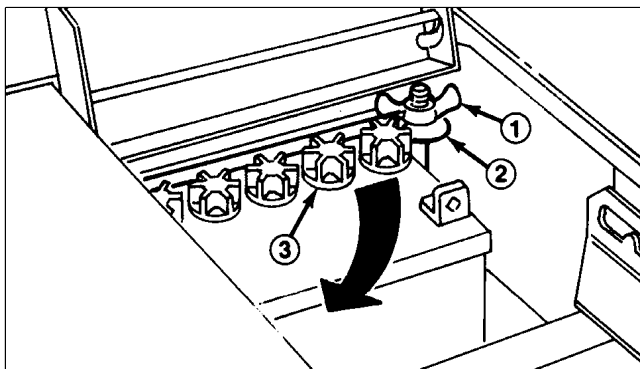

Abbildung 7
2. Die Flügelmutter, mit denen die Batterie abgesichert wird, entfernen (Abb. 7).